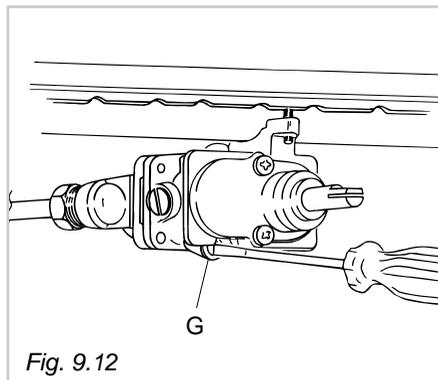

Fig. 9.12
- Sfilare la manopola del termostato e con un cacciavite a taglio svitare di circa 3 giri la vite by-pass (Fig. 9.12) passando attraverso l'apertura del cruscotto;